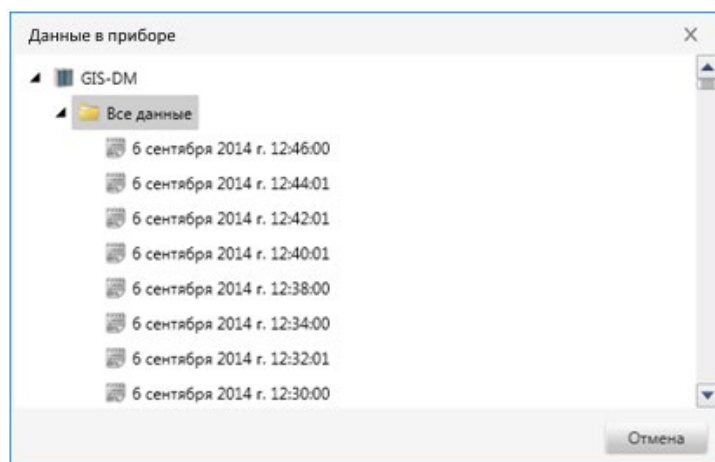

Рисунок 2.18. Выбор данных для загрузки.
В случае, когда выбран пункт меню «Загрузить все новые данные по выбору», пользователь может выбрать, какие данные или каталоги должны быть загружены из памяти прибора. Для того чтобы загрузить данные, необходимо выбрать данные или каталог в окне «Данные в приборе» (Рисунок 2.18) и перетащить (Drag and Drop) выбранный элемент в какой-либо каталог выбранного прибора.
Эта команда осуществляет сохранение данных измерений прибора по текущим настройкам прибора и передачу его на ПК для дальнейшего просмотра и анализа. При выборе данного пункта контекстного меню или иконки ① на панели приборов прибору посылается команда на запуск измерения. После выполнения измерения результаты измерения загружаются в ПК из памяти прибора. Если пункт меню был вызван из меню прибора, после завершения измерения появится диалоговое окно «Данные в приборе» (см. Рисунок 2.18), и пользователь сможет выбрать каталог для сохранения данных. Если пункт меню был вызван из основного меню, данные будут сохранены в соответствующем каталоге.